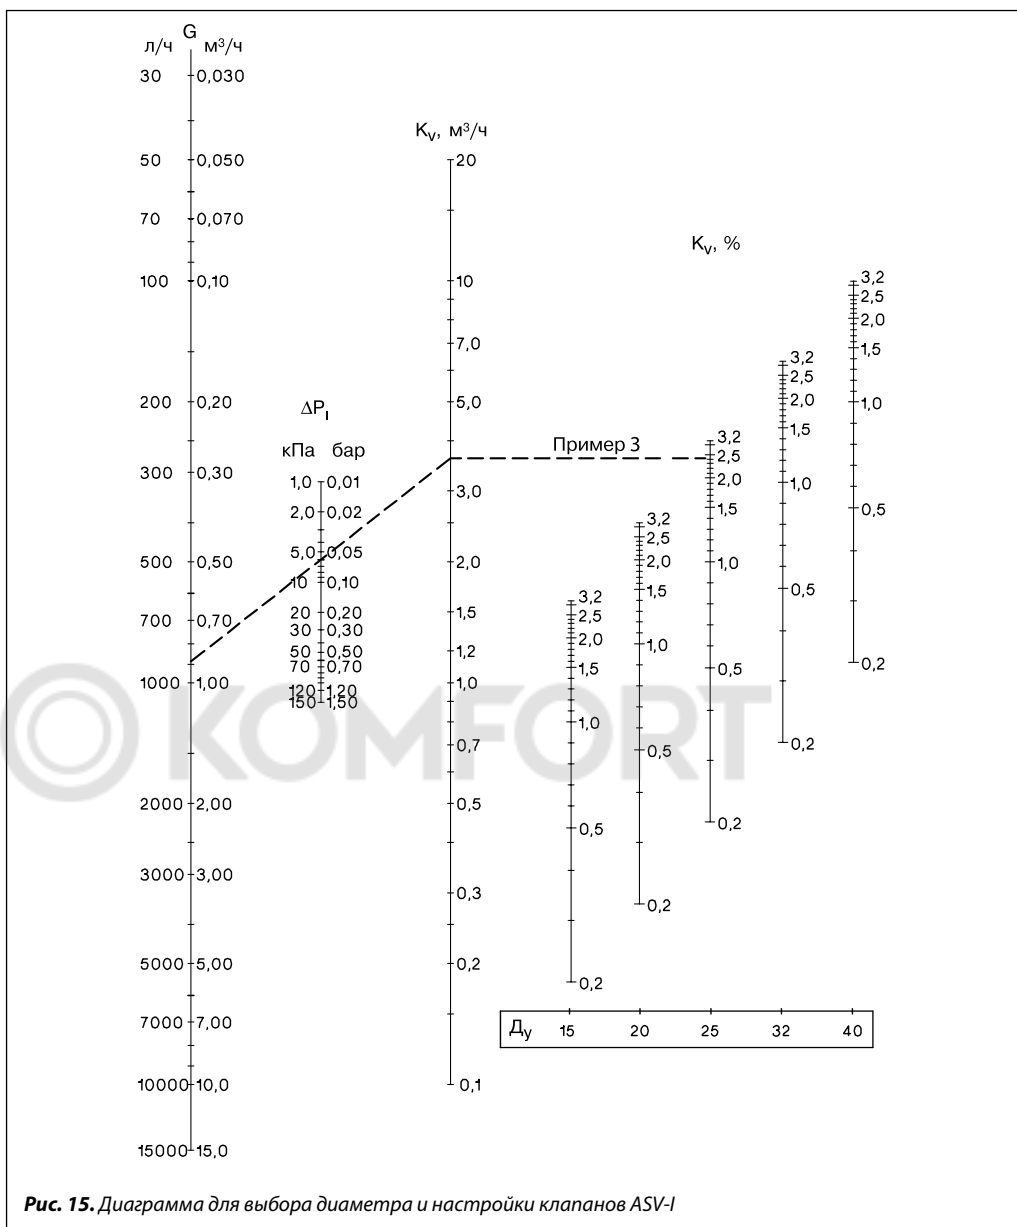

Рис. 15. Диаграмма для выбора диаметра и настройки клапанов ASV-I
3. По диаграмме (рис. 15) находим настройку клапана ASV-I, $D_y = 25 \text{ мм}$, — 2,4 оборота штока. Настройку можно определить по номограмме без вычисления K_v . Для этого нужно соединить точки расхода 0,88 м³/ч на шкале G с точкой 0,06 бар на шкале ΔP_I . Затем, продлив линию, соединяющую данные точки, на шкале K_v находим требуемое значение пропускной способности — 3,6 м³/ч. Далее проводим горизонтальную линию до вертикальной шкалы настроек клапана — $D_y = 25 \text{ мм}$, где находим значение настройки.
Запорно-балансировочный клапан ASV-I снабжен двумя цанговыми ниппелями для измерения перепада давлений на нем с помощью специального прибора фирмы «Данфосс» типа PFM 3000 (см. стр. 83) или ему подобных. Прибор подключается к ниппелям клапана с использованием штатных шлангов с быстроразъемными соединениями. После присоединения шлангов вентили ниппелей открываются поворотом их на $\frac{1}{2}$ оборота против часовой стрелки 8-мм гаечным ключом. По измеренному перепаду давлений на полностью открытом клапане известного диаметра по диаграмме, представленной на рис. 15, можно определить фактический расход среды в трубопроводе системы. После проведения измерений вентили ниппелей следует закрыть поворотом их по часовой